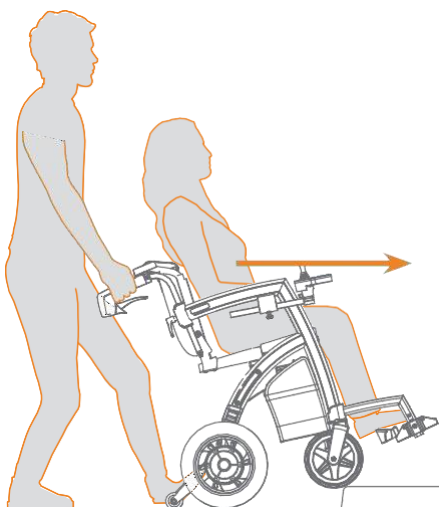

Figura 59: Subiendo un bordillo.
- c. Cuando las ruedas delanteras estén sobre la acera, siga empujando la silla de ruedas hacia adelante, de modo que las ruedas traseras también se suban a la acera (**Figura 59**).